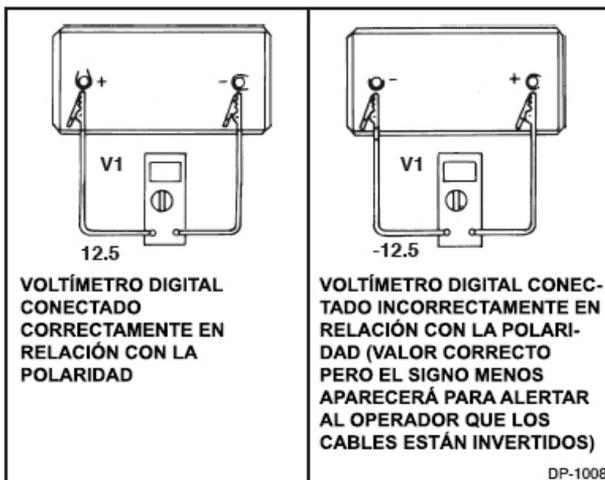

Figura 1-8. Correcta e Incorrecta Polaridades para Lecturas
3. La Figura 1-8 ilustra el voltímetro digital tomando una lectura en el sistema de Corriente Directa CD con la posición de polaridad correcta e incorrecta. Cuando se lea un signo negativo, invierta los cables del voltímetro para obtener una polaridad correcta.